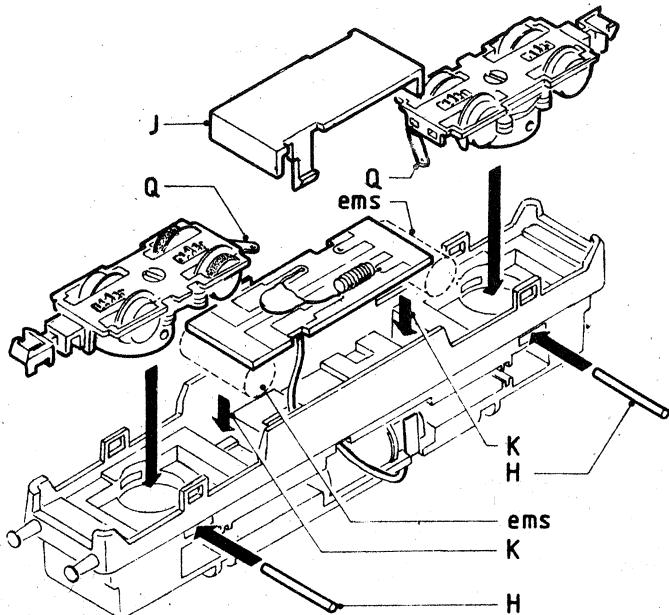

Abb. 4
Austausch der Drehgestelle (Abb. 4)
Motor und Drehgestelle wie zuvor beschrieben herausnehmen. Nasen I (Abb. 2 und 3) mit kleinem Schraubenzieher nach innen und unten drücken. Kappe J (Abb. 4) kann dann zusammen mit der unteren Schaltungsplatine herausgenommen werden. Zuleitung P (Abb. 2) an der oberen Schaltungsplatine ablöten. Lötstelle markieren wegen späterem Anlöten der Zuleitung zum e-m-s-Baustein. E-m-s-Baustein mit Abdeckkappe J als Einheit (13) nach Abb. 4 und 5 zusammenstecken und in das Chassis einführen. Richtige Lage des Zuführungskabels gemäß Abb. 4 beachten. Beim Einsetzen keinesfalls Gewalt anwenden. Die beiden Kondensatoren der e-m-s-Platine müssen leicht in die Chassis-Aussparungen K (Abb. 4) gleiten. Die große Fläche der Abdeckkappe J muß bei eingesetztem Baustein mit der unteren Kante der seitlichen Chassis-Schrünen übereinstimmen. Falls dies nicht der Fall ist, muß eventuell der Baustein um 180° gedreht werden. Deshalb genaue Lage von Chassis, Baustein und Zuleitung gemäß Abb. 4 beachten. Zuleitung P (Abb. 2) nach dem Wiedereinsetzen des Motors, der Drehgestelle und der oberen Schaltungsplatten dann an der markierten Stelle wieder anlöten.
Draaistiften H (afb. 2 en 4) met schroevendraaier doordrukken en eruit trekken. De draaistellen kunnen dan naar beneden afgeno men worden. Bij montage van de draaistellen er op letten, dat het tandwiel weer op de juiste wijze in het wormwiel past en dat de draaistiften H zonder kracht weer ingeschoven worden, daar zij gelijktijdig als assen voor de tandwielen fungeren. Bovendien moet er scherp op worden toegezien, dat de sleepkontakte Q (afb. 4) de sleepvlakken goed raken.
Motor en draaistellen zoals reeds beschreven uitnemen. Nippels I (afb. 2 en 3) met schroevendraaier naar binnen/onderen drukken. Kapje J (afb. 4) kan dan tezamen met het onderste schakelplaatje afgeno men worden. Aanvoer P (afb. 2) van het bovenop liggende schakelplaatje met behulp van soldeerboutje afnemen.
E-m-s bouwsteen met afdekplaatje J als één geheel volgens fig. 4 en 5 aan elkaar schuiven en in het chassis invoegen. Goed letten op de juiste ligging van de aanvoerkabel (afb. 4). Bij montage op geen enkele wijze kracht aanwenden. De 2 kondensatoren aan het e-m-s plaatje moeten soepel in de chassis-uitsparingen K (afb. 4) glijden. De grote plaat van afdekplaatje J moet bij samenvoeging het chassis juist passen, anders moet het geheel 180° gedraaid worden.
Daarom juiste opstelling van chassis, bouwsteen en aanvoerdraad volgens fig. 4 raadplegen. Aanvoer na het monteren van de motor, het draaistel en het bovenliggende schakelplaatje aan punt P (afb. 2) vast solderen. Hoe de draad komt te liggen, ziet u op fig. 2.